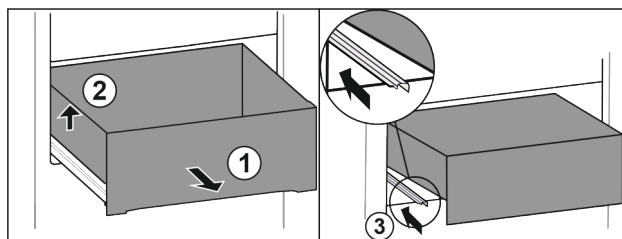

Fig. 68
- ▶ Dra ut utdragslåda fram till stopp. Fig. 68 (1)
- ▶ Lyft utdragslåda på vänster sida. Fig. 68 (2)
- ▶ Skjut in vänster skena. Fig. 68 (3)